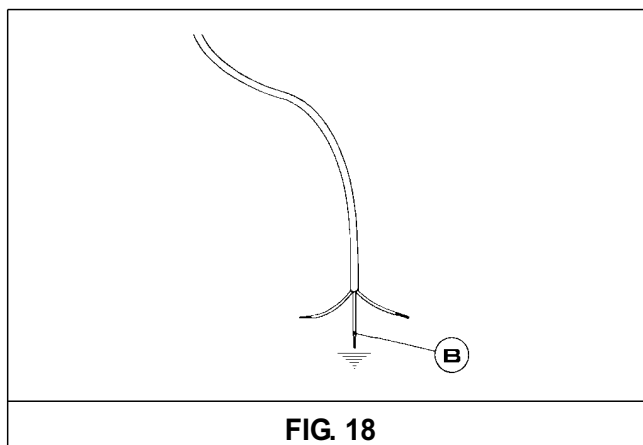

FIG. 18
*Lors du remplacement du câble d'alimentation, l'installateur doit veiller à ce que le conducteur de mise à la terre « B » soit plus long que le conducteur de phase (fig. 18) et respecter les avertissements du paragraphe 8.*